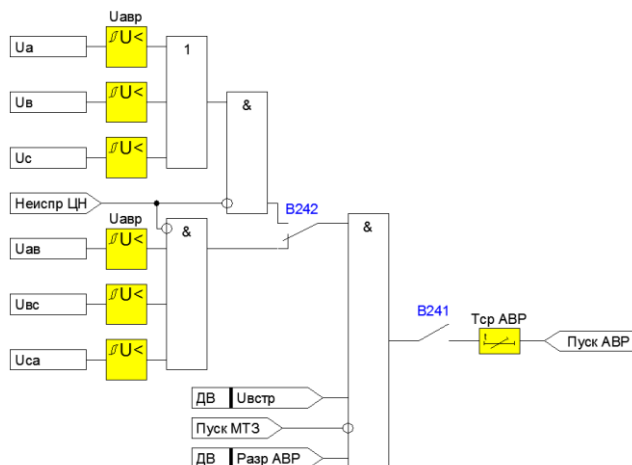

Рисунок 3.2.2 – Функциональная схема формирования сигнала пуска АВР
- «Пуск АВР» – является выходным сигналом пускового органа напряжения АВР, который формируется при снижении линейных (фазных) напряжений ниже заданной уставки и блокируется при неисправностях в цепях напряжения, срабатывании пусковых органов МТЗ и отсутствии напряжения на соседней секции шин (Рисунок 3.2.2);